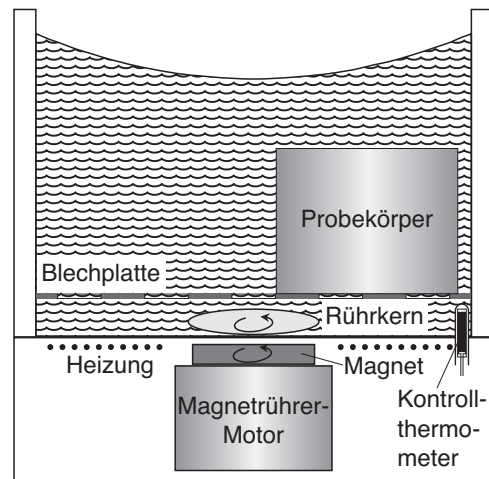

Abb. 10: Temperierbad mit Magnetrührer. Als Temperierflüssigkeit wird ausschließlich vollentsalztes Wasser verwendet.
Im Temperierbad (Abb. 10) ergibt der innige Kontakt des zu temperierenden Gegenstandes mit einer Flüssigkeit die beste Wärmeübertragung. Dazu muss die Flüssigkeit so stark gerührt werden, dass die Strömung turbulent wird und neben der Wärmeleitung auch Konvektion auftritt. Andernfalls erfolgt der Wärmetransport nur langsam. Außerdem wird die Flüssigkeit durch eine Regelautomatik auf konstanter Temperatur gehalten. Die Heizung bleibt eingeschaltet, bis die über der Umgebungstemperatur liegende, gewünschte Temperatur (Sollwert, klein, rechts oben im Display) erreicht ist. Diese wird durch ein eingebautes Kontrollthermometer mit der realen Temperatur (Istwert, groß, links im Display) verglichen. Sind beide gleich, schaltet die Heizung ab. Sie schaltet sich wieder ein, wenn die Temperatur merklich abgesunken ist usw..
- Messen Sie die Wassertemperatur. **VORSICHT VERBRÜHUNGSGEFAHR!!!** Falls Sie kein passendes Thermometer haben, bestimmen Sie die Siedetemperatur θ_S mit der Hilfe der Dampfdruckkurve des Wassers (vgl. Abb. 10, Anleitung GAS). Dafür benötigen Sie den aktuellen Atmosphärendruck in München (vgl. <https://www.wetterdienst.de/Deutschlandwetter/Muenchen/Aktuell/>).